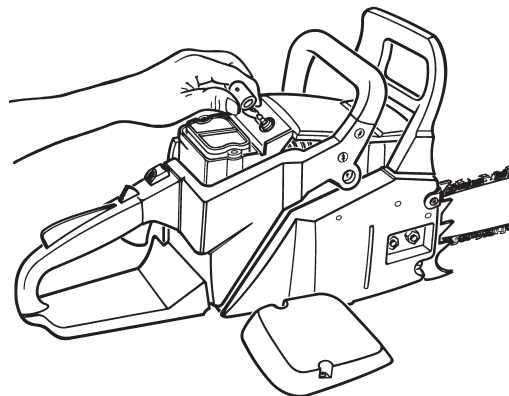

Fig. 35
2. Enlever la première couverture. Débrancher le fil connecteur de la bougie en tirant d'un mouvement rotatif (Fig. 35).